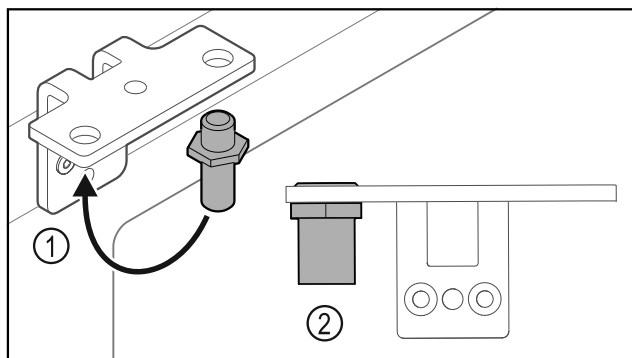

Fig. 25
- ▶ Bouten Fig. 25 (1) naar de scharnierhoek verplaatsen.
- ▶ Bouten Fig. 25 (2) met **aanhaalmoment van 12 Nm** vastdraaien.